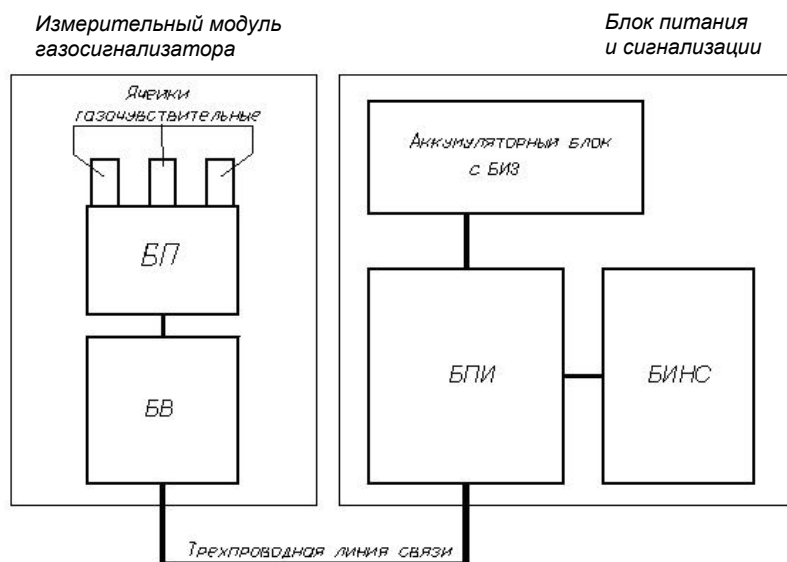

Рисунок 4. Структурная электрическая схема газосигнализатора.
4.4 Структурная электрическая схема газосигнализатора приведена на рис. 4.